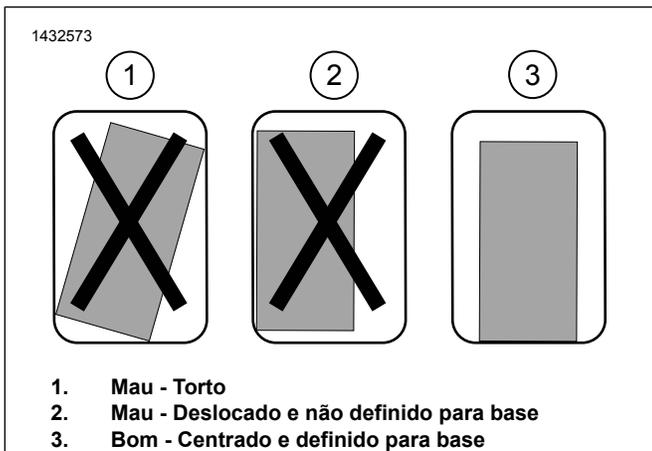

Figura 11. Instalação de suporte de montagem
- a. Ver a Figura 11. Teste a montagem do conjunto do apoio. O apoio tem de estar direito, centrado e o mais próximo possível do fundo do alforge.
- c. Ver a Figura 11. Teste a localização final, certificando-se de que o apoio está direito, centrado e o mais próximo possível do fundo do alforge.